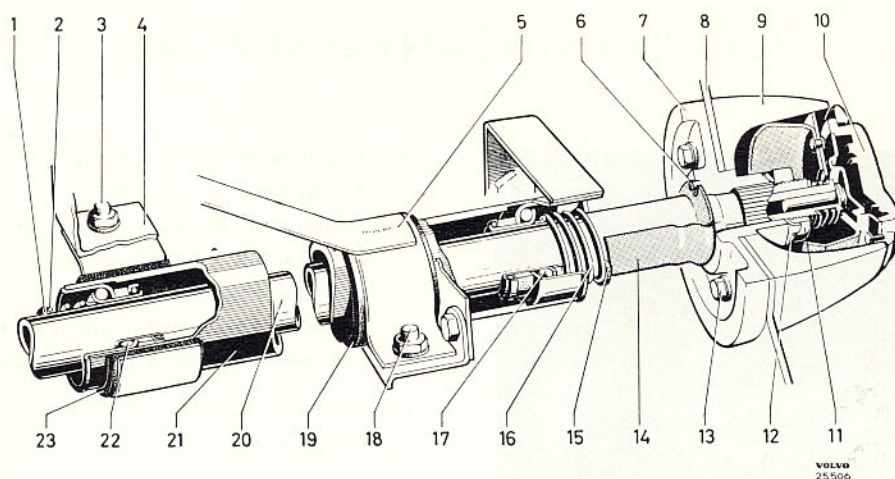

Bild 43. Rattaxellagring, 1800 tid. utf.
- Träd på fjäder och säte för lager på rattaxeln. Se på 1800 till att låsringen är i sitt spår. Kontrollera att gummibussningarna för rattrörsfästen är felfria. Montera rattröret och övriga detaljer så som framgår av bild 43 och 44 om det gäller dessa utförande.